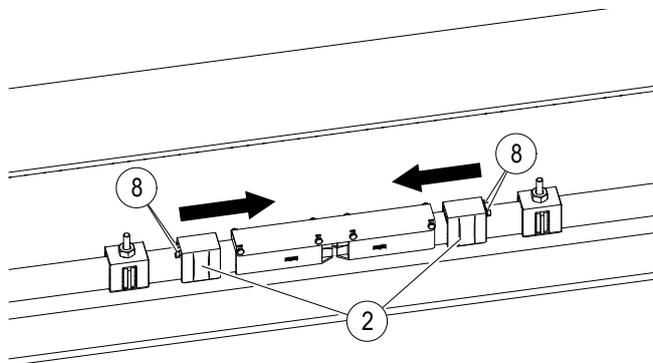
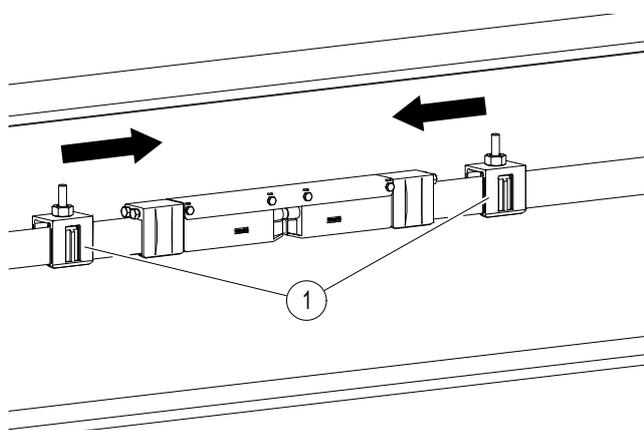

Fig. 94 : Pousser le point d'ancrage sur la coupure dans l'air et serrer les vis latérales.
Fig. 95 : Pousser la griffe de suspension jusqu'à la vis latérale du point d'ancrage.
- Pousser le point d'ancrage (pos. 2) contre les capots d'extrémités et serrer les vis sur le côté du point d'ancrage (pos. 8) (voir Fig. 94). Poussez la griffe de suspension (Pos. 1) jusqu'à la tête de vis de la vis latérale de la griffe d'ancrage (voir Fig. 95).